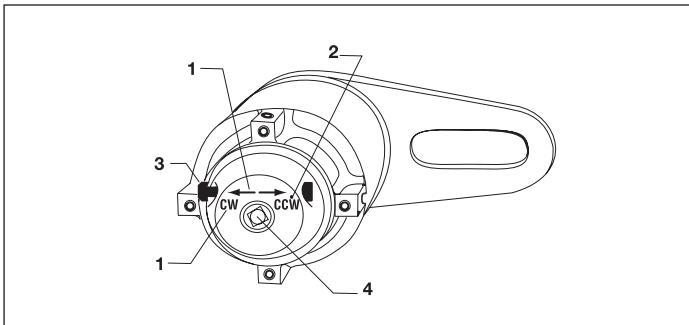

**Figure 1, Remplacement de la plaque de réaction**
Un carré d' entraînement de sortie à cisaillement contrôlé (Fig. 1, article 4) protège les composants internes au cas où la capacité de sortie maximale est dépassée. Cette protection de surcharge cause la fracture de l' entraînement lorsque la sortie excède de 103 % à 110 % de la capacité de sortie évaluée. Un entraînement de remplacement est inclus avec le multiplicateur de couple (E391, E392, E393, E492, E493, E494, E495). (Il est possible de commander des remplacements supplémentaires auprès du distributeur Enerpac.)
- . Installer la douille femelle du carré d' entraînement de la bonne grandeur sur la sortie du carré d' entraînement du multiplicateur de couple (Fig. 1, article 4). Placer la douille et le multiplicateur de couple sur la fixation pour la serrer.